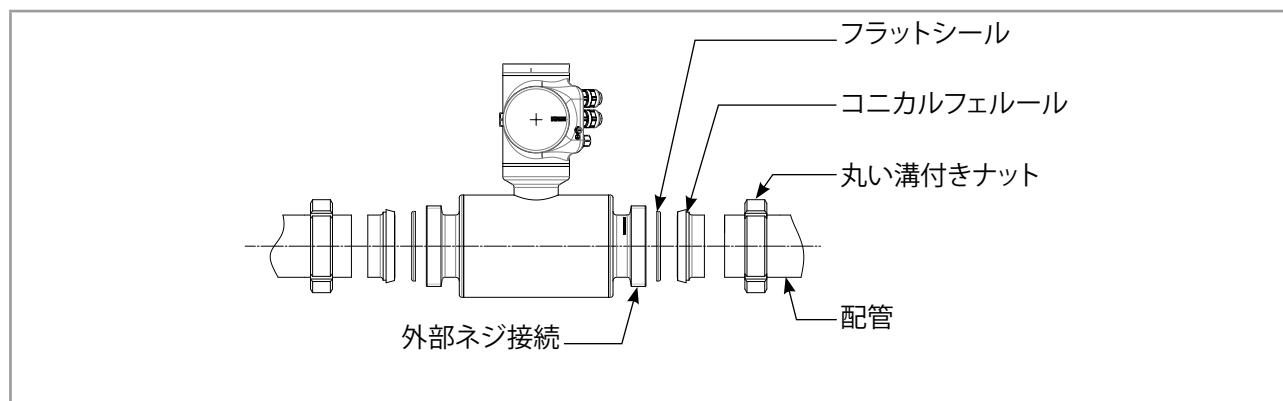

図 19: アクセサリの設置順序
1. パイプに丸い溝付きナットを取り付けます。丸い溝付きナットは、装置の外ネジ接続にねじ込めるように、設置方向を確認してください。図 19を参照。